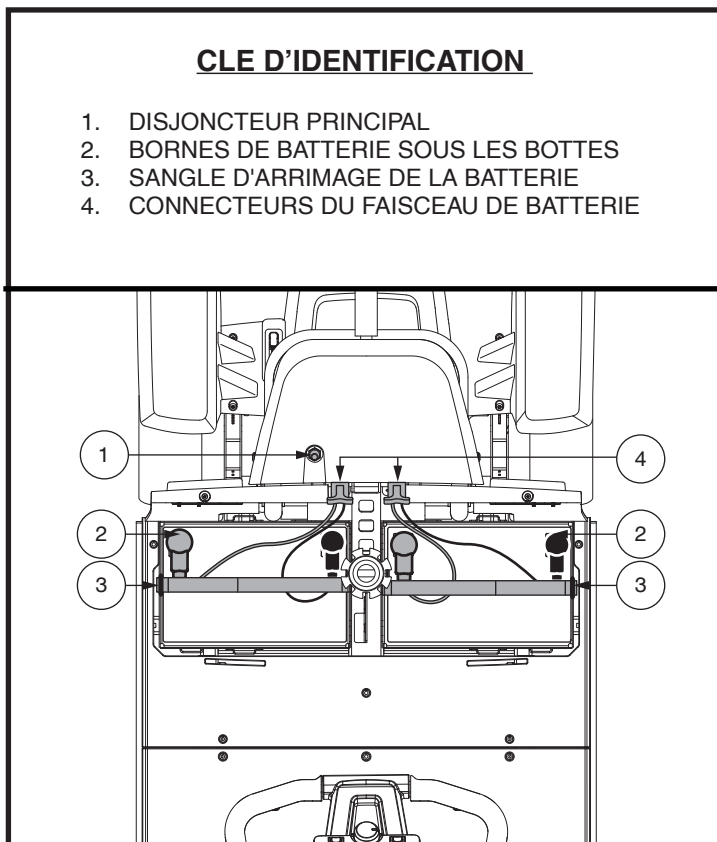

Figure 13. Enlèvement/installation des batteries et connexions
3. Débrancher le faisceau d'avant en arrière. Débrancher les deux câbles de la batterie en retirant chaque faisceau de sa fiche de connexion. **Voir la figure 13.**
NOTE: Certains scooters ont des entretoises installées pour sécuriser les batteries. Vous pouvez retirer les entretoises et les garder en sûreté jusqu'à ce que les batteries soient remplacées dans le scooter. Voir la figure 13.
6. Placez une nouvelle batterie dans chaque puits en prenant soins d'alignez les bornes de la batteries droite près du mât de siège et les bornes de la batterie de gauche loin du mât avec les bornes positive (+) et négative (-) de la batterie positionnées comme indiqué sur la **figure 13.**